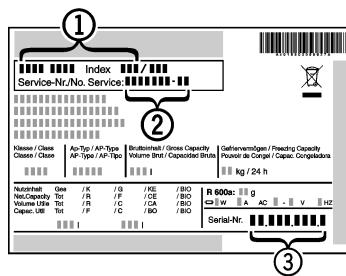

Fig. 7
- Contact opnemen met de Technische Dienst en het probleem, apparaataanduiding *Fig. 7 (1)*, service-nr. *Fig. 7 (2)* en serie-nr. *Fig. 7 (3)* mededelen.